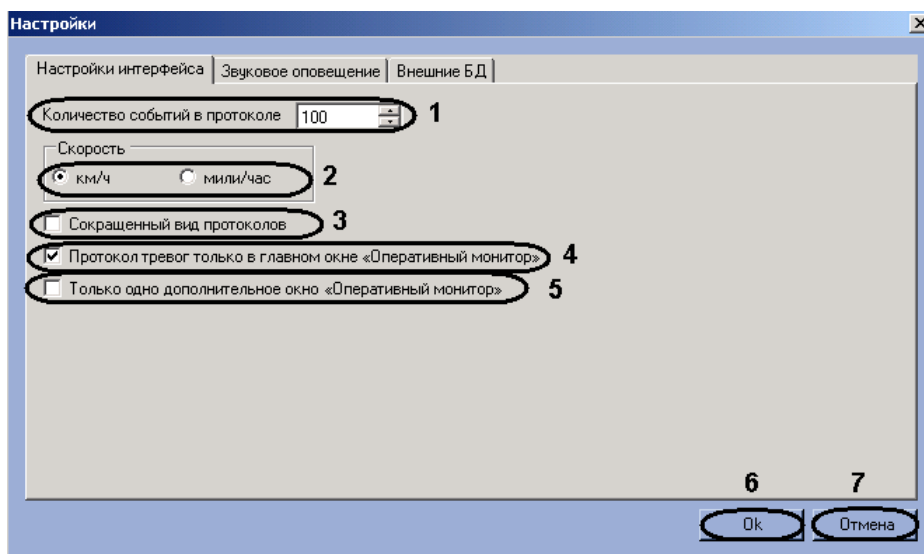

Рис. 7.8—8. Настройки интерфейса окна «Модуль обнаружения ТС»
3. В поле «Количество событий в протоколе» (см. Рис. 7.8—8, 1) ввести максимальное количество событий, которое может быть отображено в каждом из протоколов компонента «Оперативный монитор». Обновление протокола, содержащего максимальное количество событий, производится по кольцу: при добавлении нового события наиболее раннее удаляется.